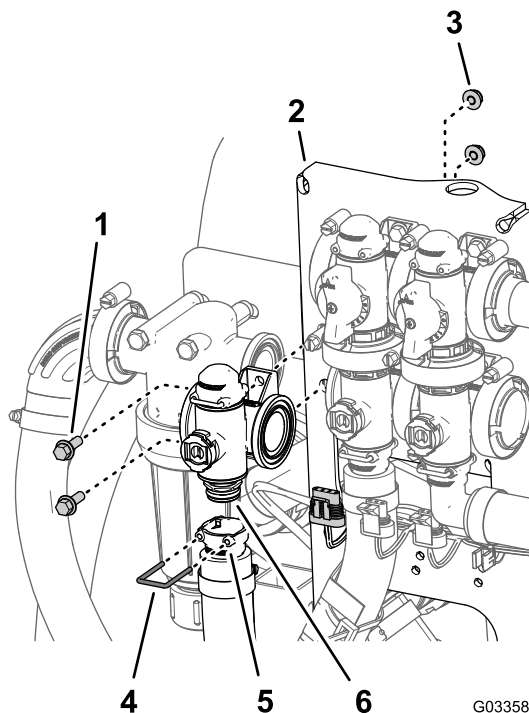

Figura 114
2. Retire o retentor que fixa a união de saída ao coletor para a válvula de controlo de aplicação (Figura 114).
3. Retire os dois parafusos de cabeça flangeada (¼ pol. x ¾ pol.) e as duas porcas flangeadas (¼ pol.) que prendem a válvula de controlo de aplicação à montagem da válvula e retire o coletor da válvula da máquina (Figura 114).